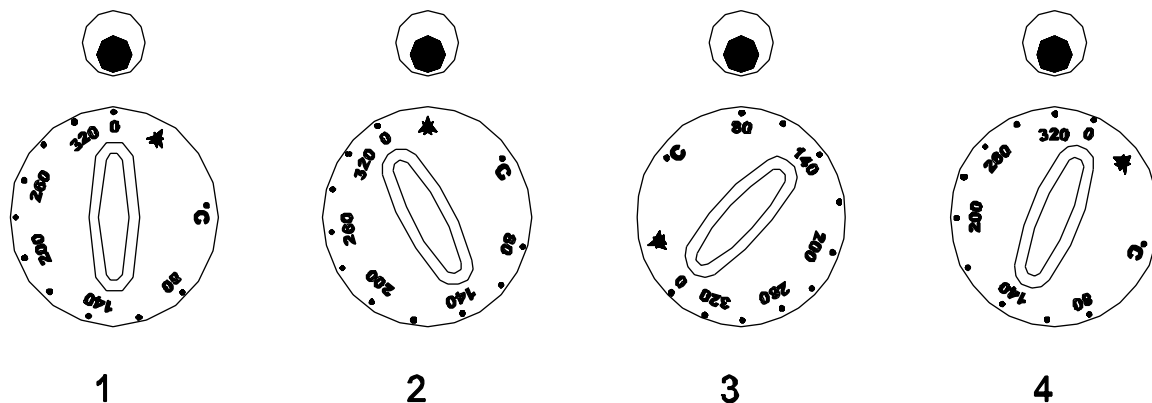

Abb. 4
- Zum Zünden der Flamme des Ofens den Knauf drücken und nach links auf pos. 2 auf *** 'Abb. 4' on page 12 *** drehen;
- der Einstellbereich der Temperatur des Ofens liegt zwischen pos. 3 und pos. 4 auf *** 'Abb. 4' on page 12 *** (80 ° - 335 °C und Zwischenwerte);
- zum Abschalten des Hauptbrenners den Knauf nach rechts auf pos. 2;
- zum Abschalten der Zündflamme den Knauf nach rechts auf pos. 1 drehen.